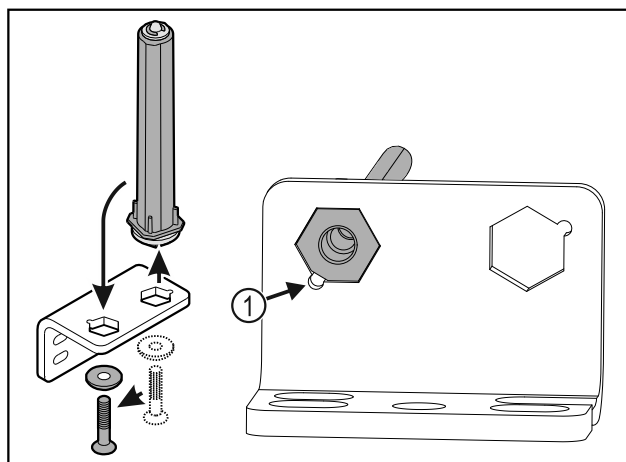

Fig. 35
- Проследите за тем, чтобы при установке в замок пальца Fig. 35 (1) указывал на направление круглого отверстия